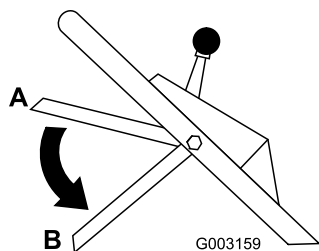

Рисунок 19
10. Отпустите штангу управления ножом; см. положение В на Рисунок 19. Вы должны услышать «хлопок». Нож должен остановиться в течение 3 секунд.
2. Опустите штангу управления ножом вниз, в ее самое нижнее положение (положение В на Рисунок 19).